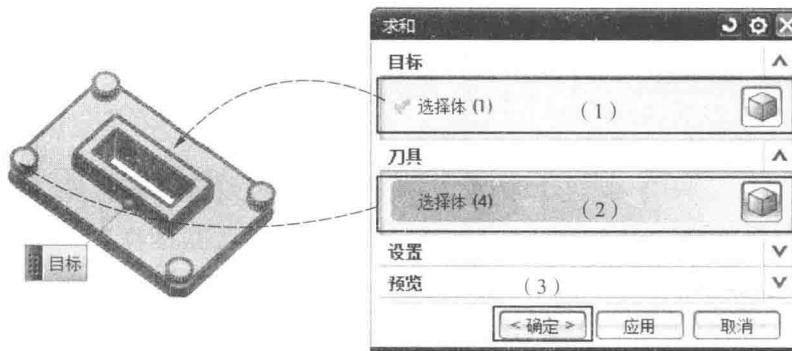

图1-13 【求和】对话框
- (1) 依次单击【插入】—【组合】—【求和】命令  求和(U)...，弹出如图1-13所示的【求和】对话框。在【目标】区域中，选择方形实体为目标体；